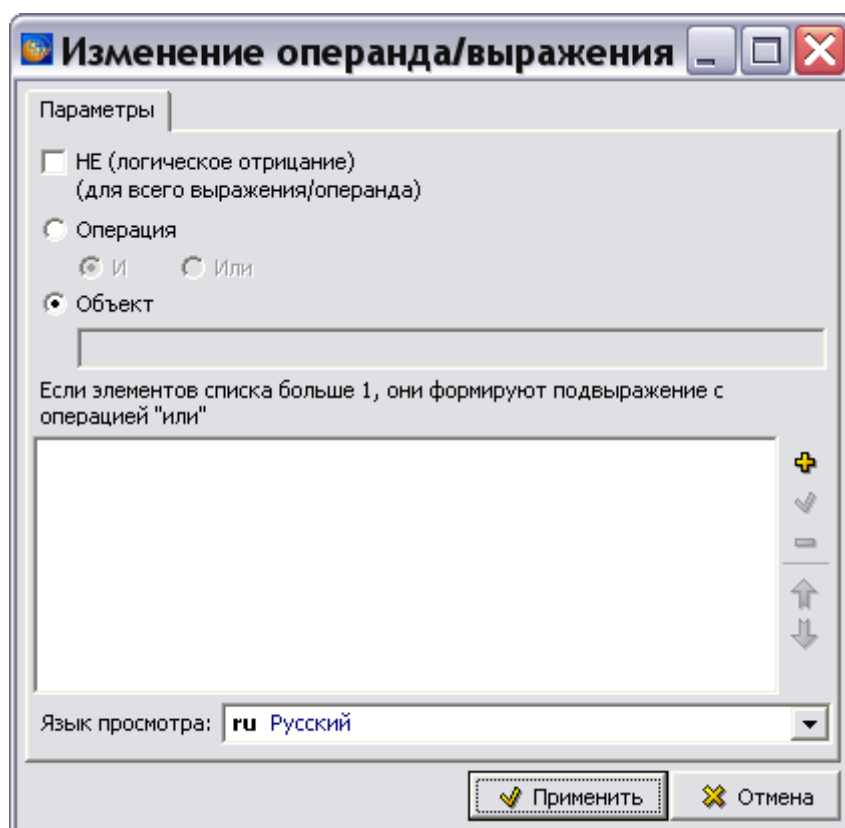

Рис. 102
4. В открывшемся окне **Изменение операнда/выражения** выберите радиокнопку **Объект**, если она не была выбрана по умолчанию (Рис. 102).